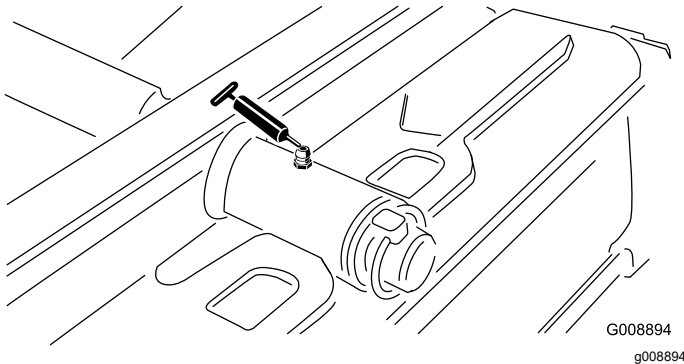

Bild 32
- Drehbüchsen am hinteren Mähwerk (Bild 32)